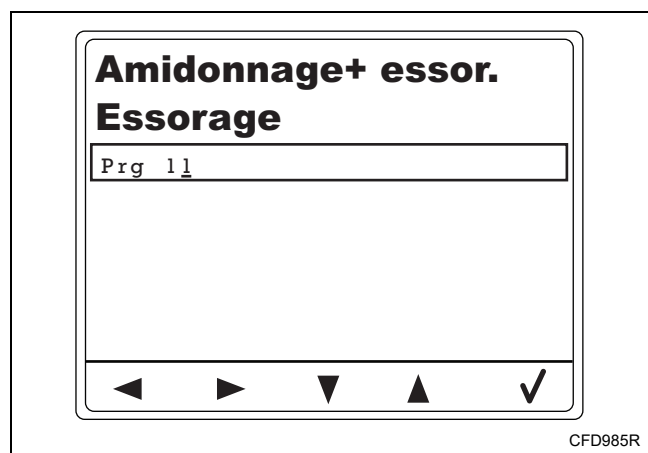

Figure 34
**REMARQUE : Modifier le titre d'un programme est uniquement possible lorsque celui-ci est composé de texte et non d'un bitmap. Les titres des copies de programme et des nouveaux programmes seront composés de texte. Se reporter à la *Figure 34*.**